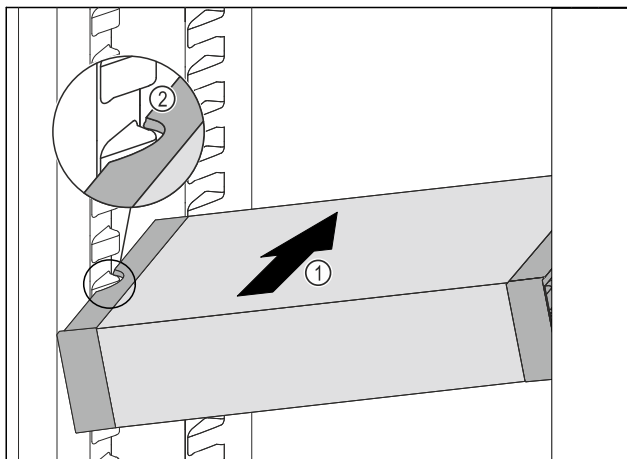

Fig. 196
- VarioSafe schräg in das Kühlteil einschieben Fig. 196 (1), bis sich die seitlichen Aussparungen Fig. 196 (2) des VarioSafes auf Höhe der Behälterrippe im Kühlteil befinden.